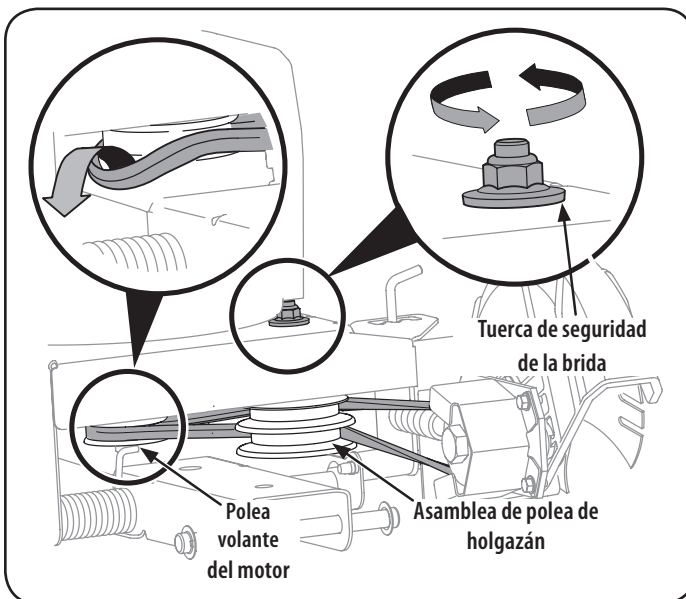

Figura 15
NOTA: Para ayudar a armar nuevamente, observe la orientación de la correa de transmisión sobre las dos poleas locas y la polea volante del motor antes de realizar los siguientes pasos. Vea la Figura 15.
1. Trabajando delante de la bordeadora, afloje la tuerca de seguridad con brida que está sobre el bastidor, permitiendo que el conjunto de la polea loca gire levemente fuera del bastidor. Vea la Figura 15.
2. Con la otra mano, alcance cuidadosamente debajo de la parte posterior de la unidad y extraiga la correa de alrededor de la polea volante del motor. Vea la Figura 15.